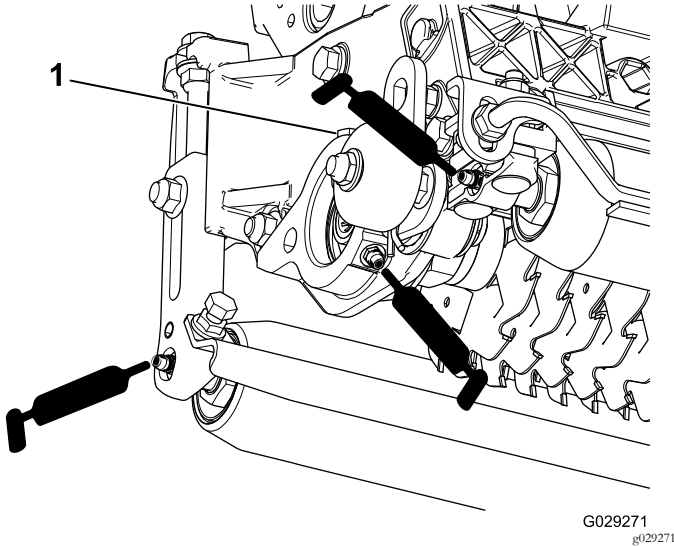

图16
每个切根刀带有 5 个黄油嘴 图16 必须每周使用 2 号锂基润滑脂润滑。
2. 涂抹润滑脂直至滚筒密封件和轴承泄压阀外面看得到干净的润滑脂 图16。